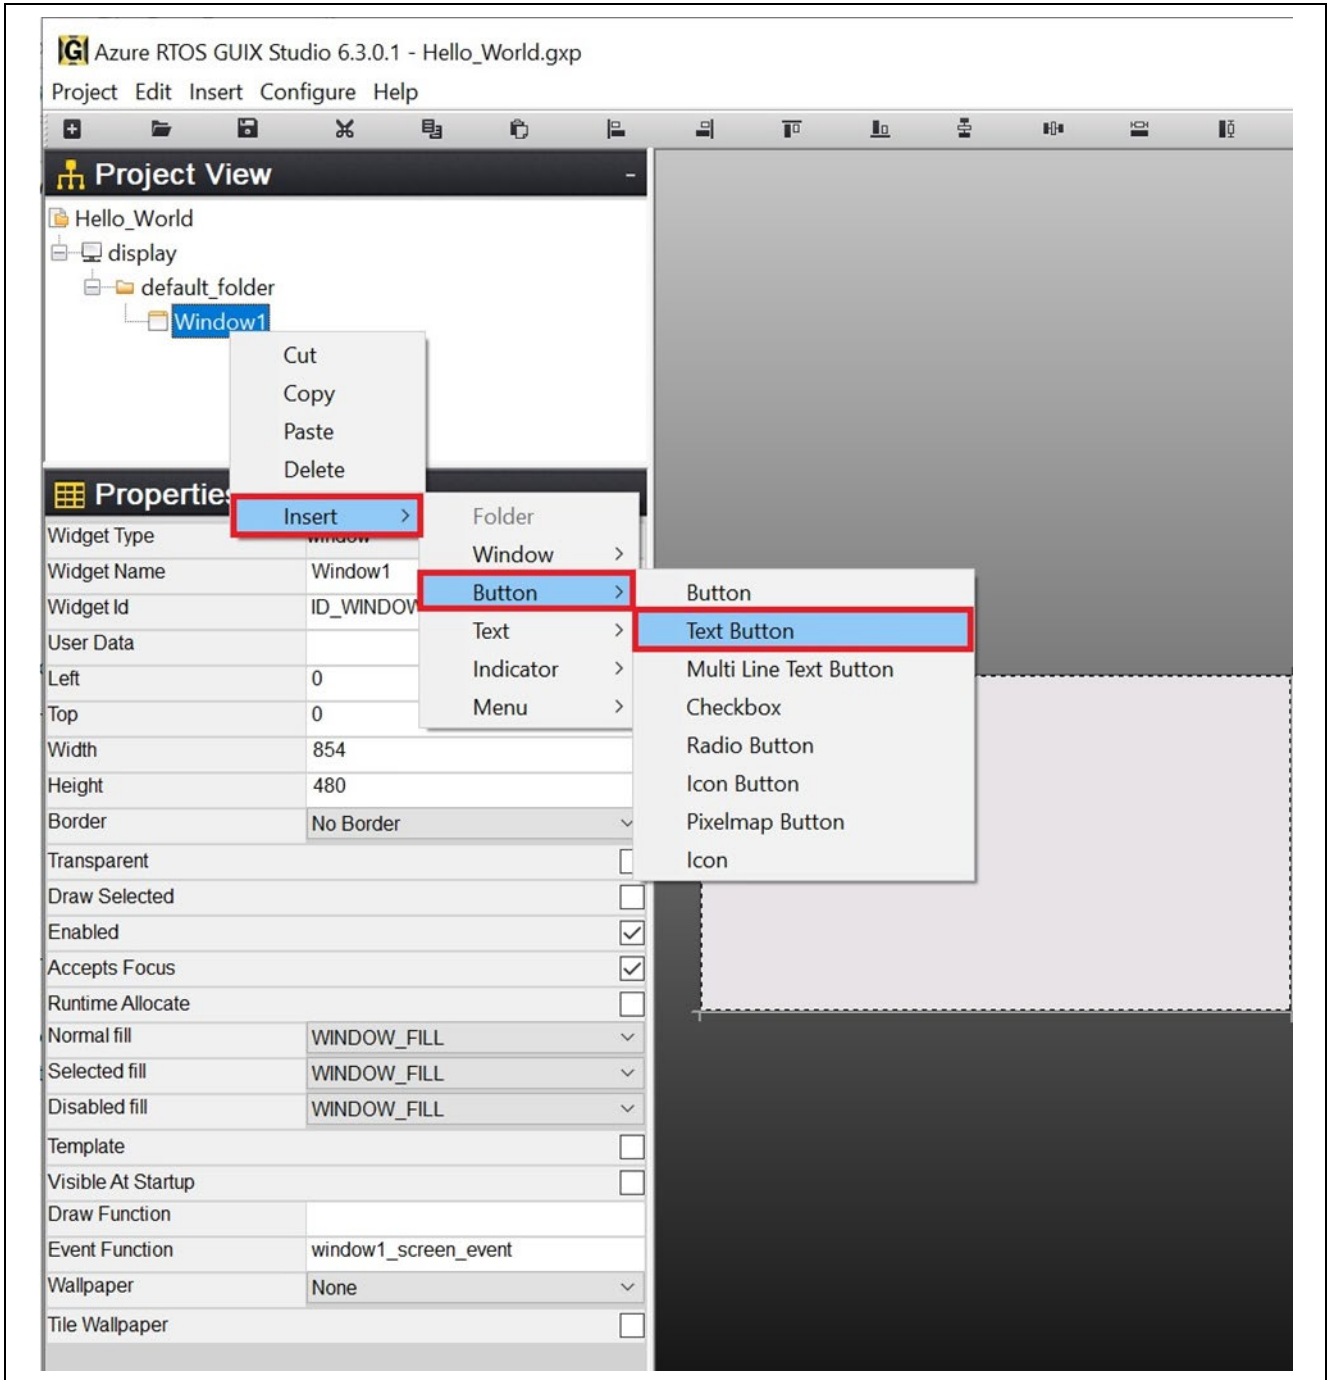

図 50. Text Button の挿入
11. 図 50 のように、Project View で Window1 を右クリックし Text Button を挿入します。